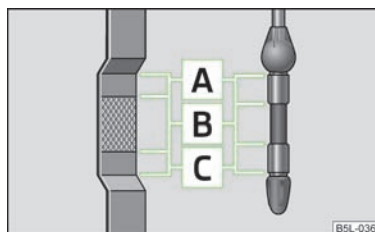

Fig. 161
Joja indică nivelul uleiului » fig. 161.
- Uleiul **trebuie** completat » fig. 161. Este suficient ca după aceea nivelul să fie undeva în zona B.